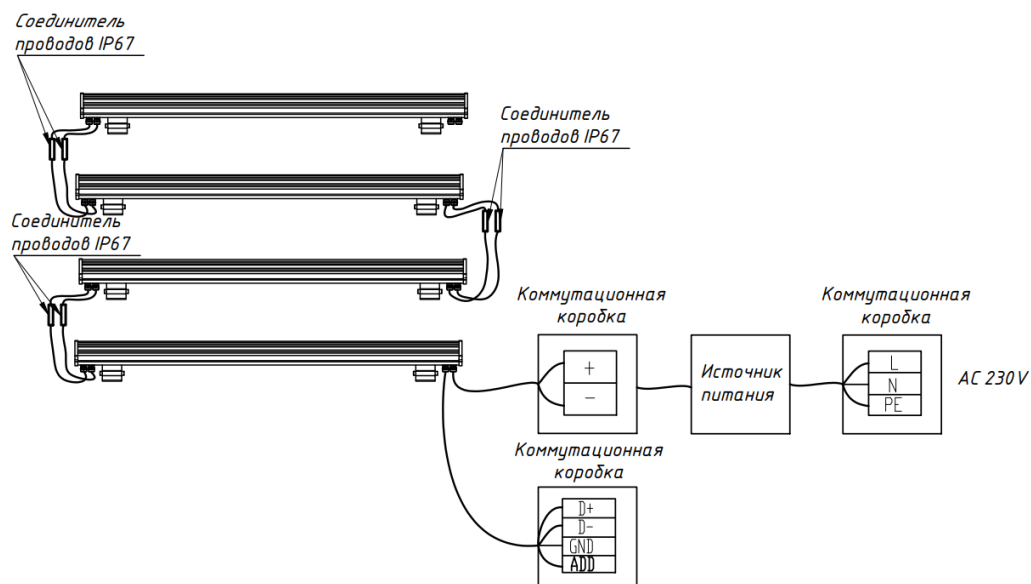

Рис.5
6.6.6 При использовании светильника с цветом излучения RGB, RGBW установить светильник под нужным углом к освещаемому объекту и зафиксировать положение светильника с помощью боковых винтов на поворотных скобах и подключить в соответствии с Рис.5. Подать питание на сетевой кабель. Убедиться в работоспособности светильника.